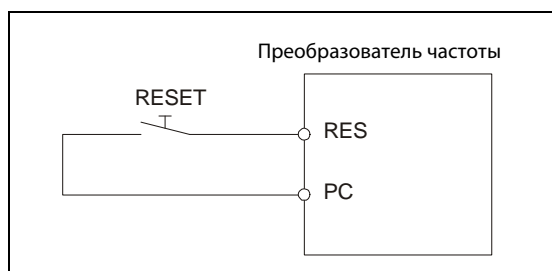

Рис. 7-3:
- Включив сигнал RESET (т. е. соединив клеммы RES и SD при отрицательной логике или клеммы RES и PC при положительной логике, как это изображено на Рис. 7-3) по меньшей мере на 0,1 секунды с последующим отключением. Если сигнал RESET остается включенным, на экран выводится сообщение "Err."